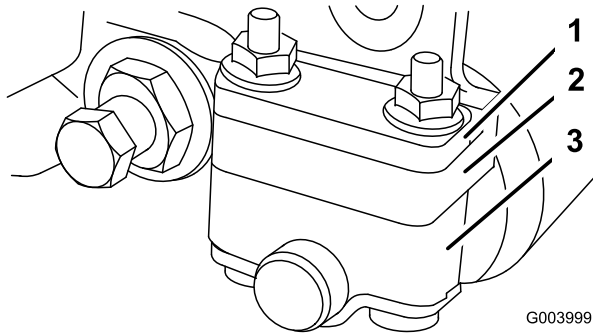
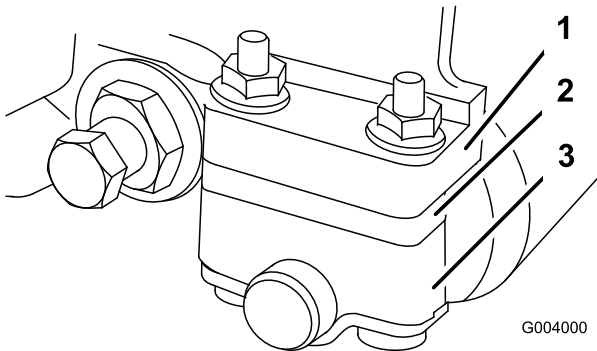

Figura 55
Figura 56
1. Ajuste los soportes del rodillo trasero a la posición superior o inferior, dependiendo del intervalo de alturas de corte deseado (Figura 55 y Figura 56).
- Coloque el espaciador debajo de la brida de montaje de la chapa lateral para obtener un intervalo de alturas de corte de 3 a 25 mm (Figura 56).